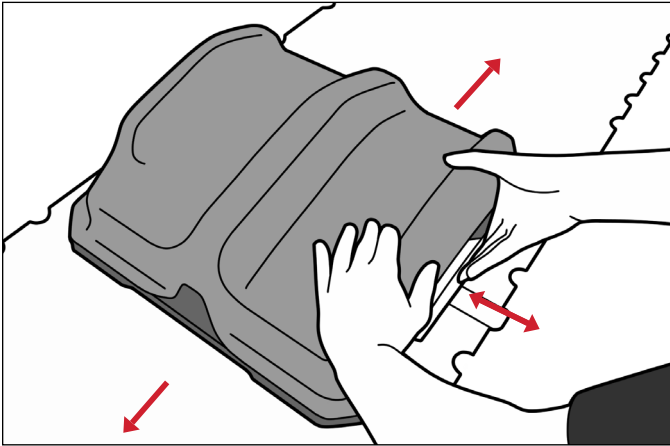

Abb. 9
5. Stellen Sie die Kniestütze durch Ziehen oder Drücken der Schiebeverriegelung nach oben/unten ein. Stellen Sie sicher, dass die Schiebeverriegelung vollständig eingerastet ist und die gewünschte Position mit der Indexscheibe ausgerichtet ist (Abb. 9 und 10).